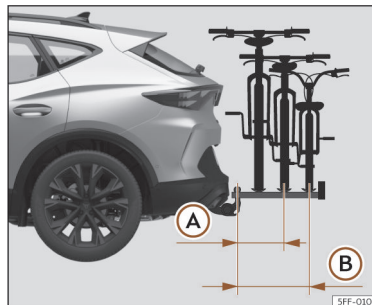

Fig. 201 Representação esquemática da saliência máxima da carga num porta-bicicletas para duas ou três bicicletas.
A saliência máxima não deverá exceder, no caso dos porta-bicicletas de duas bicicletas, os 500 mm desde o centro da cabeça esférica até ao centro da faixa do último suporte >>> Fig. 201 (A). No caso dos porta-bicicletas de três bicicletas, não se deverão exceder os 700 mm >>> Fig. 201 (B).